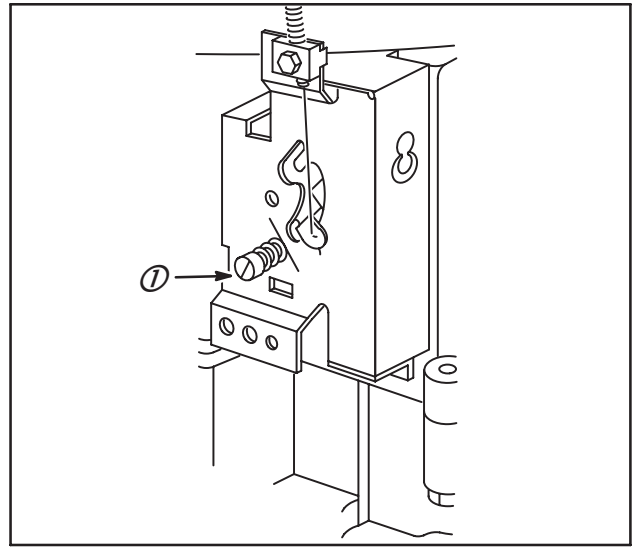

Fig. 65
En suivant les étapes 1 à 4 ci-dessus, tourner la vis (1) jusqu'à ce qu'elle touche le levier de commande à distance. Voir la Fig. 65.